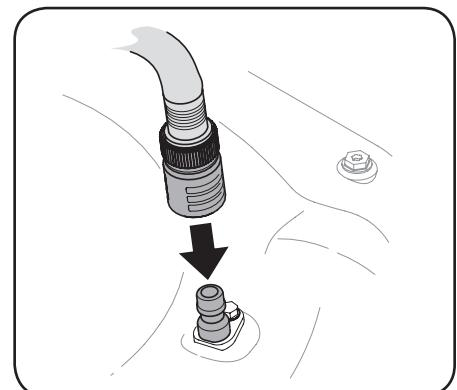

Figure 4-2
- Attachez le raccord pour boyau d'arrosage à l'orifice incorporé à la surface du plateau de coupe. Voir la Figure 4-2.